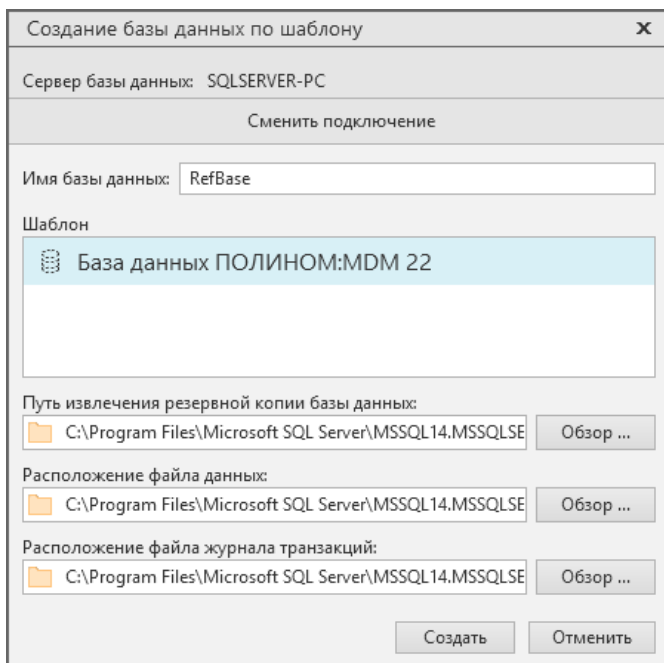

Рис. 3.21
6. Введите имя базы данных и выберите шаблон (рис. 3.21).